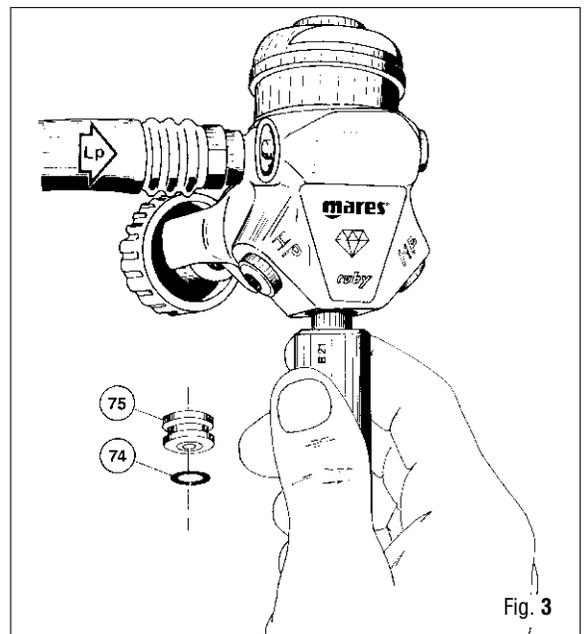

Fig. 3
23. Regular el asiento de la leva usando el patrón adecuado. Dicho patrón lleva en el lado el modelo de la segunda etapa. Colocar el lado del patrón que lleva el nombre del modelo sobre el cuerpo de la segunda etapa. (Fig. 3)
6. Posicionar en el asiento de la válvula de la Primera Etapa (75) la herramienta especial (B-21), ejerciendo sobre ella una ligera presión; introducir por la manguera, aire a baja presión (aprox. 10 bar). (Fig. 3)